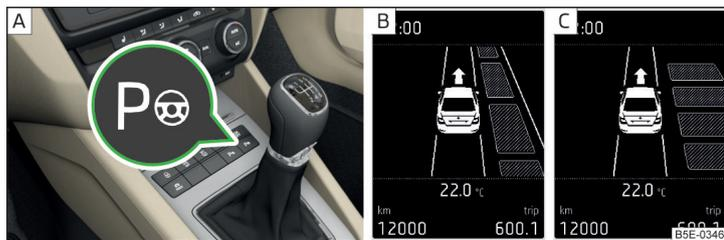

Abb. 140 Systemtaste / Displayanzeige
Bei aktiviertem System leuchtet in der Taste die Kontrollleuchte **P** » **Abb. 140 auf Seite 149** - **A**.
- **Einmal** die Symboltaste **P** » **Abb. 140** drücken.
Im Display wird Folgendes angezeigt » **Abb. 140** - **B**.
- **Zweimal** die Symboltaste **P** » **Abb. 140** drücken.
Im Display wird Folgendes angezeigt » **Abb. 140** - **C**.
- **Einmal** die Symboltaste » Abb. 140 auf Seite 149 drücken.